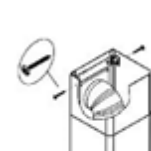

рис. 11
- 6.5 Установите фальштрубы. Выдвиньте верхнюю фальштрубу, оденьте ее на кронштейн (рис. 11) и закрепите самонарезающими винтами.